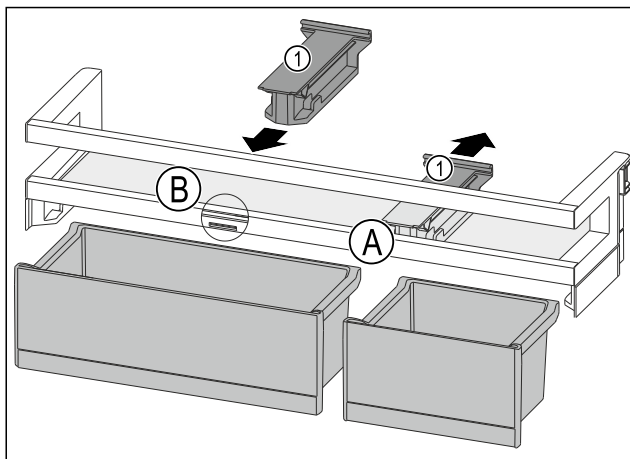

Fig. 172
- Largoni nga prapa pjesën mbajtëse Fig. 172 (1) në pozicionin Fig. 172 (A).
- Vendosni pjesën mbajtëse Fig. 172 (1) në pozicionin Fig. 172 (B).